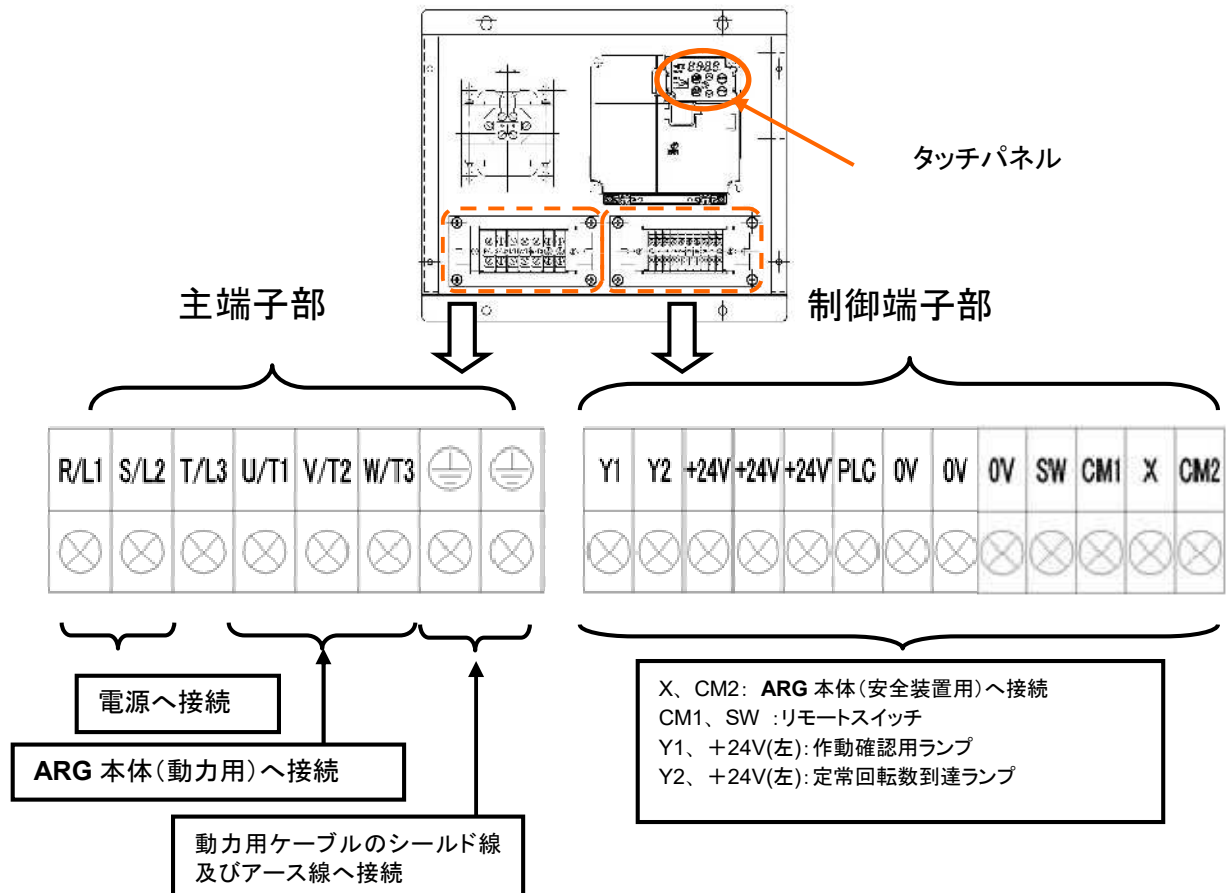

図 4-13 モータドライバの端子配列
接続端子の位置は、図 4-13 を参照して下さい。
③ 蓋を取り外すと図 4-13 のように、保護カバー付き端子台が配置されています。